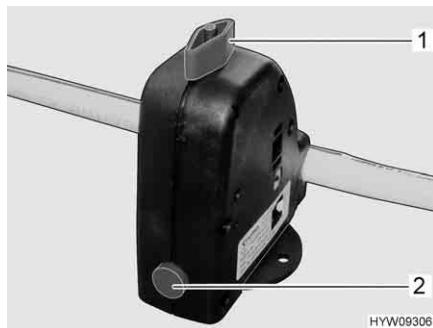

Fig. 78 Valvola di sicurezza/di scarico
Il boiler è dotato di una valvola di sicurezza/di scarico (Fig. 78). La valvola di sicurezza/di scarico impedisce che l'acqua congeli nel boiler in presenza di basse temperature esterne, quando il riscaldamento dell'autocaravan non è acceso.
- Chiudere la valvola di sicurezza/di scarico. A tal fine ruotare la manopola (Fig. 78,1) verticalmente rispetto alla valvola di sicurezza/di scarico e premere verso l'interno il bottone automatico (Fig. 78,2).
- Aprire la valvola di sicurezza/di scarico. A tal fine ruotare la manopola (Fig. 78,1) nel senso della lunghezza della valvola di sicurezza/di scarico. Il bottone automatico (Fig. 78,2) scatta all'infuori. Il boiler viene svuotato verso l'esterno tramite la valvola di sicurezza/di scarico.